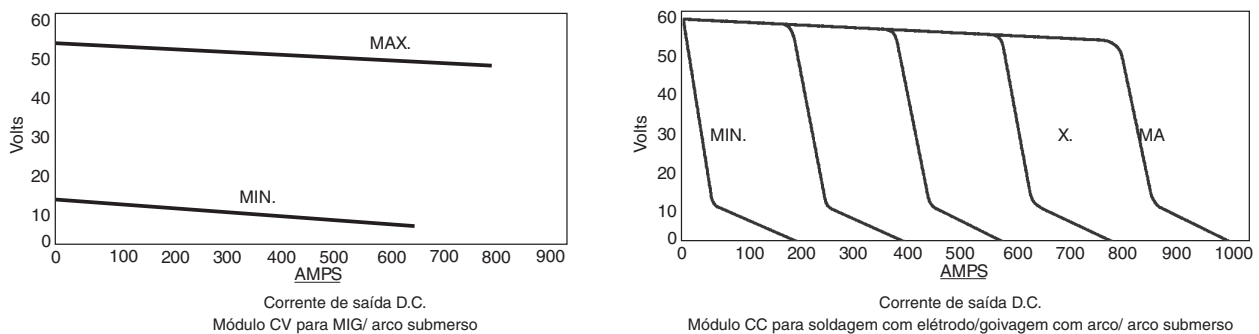

Figura 2-1. Curvas de Tensão/ Amperagem
As curvas mostradas na Figura 2-1 representam as características de tensão e amperagem estáticas para a fonte de energia. A inclinação destas curvas é considerada como o “declive” e é geralmente definido como a “queda da tensão por 100 amperes da utilização da corrente”. Estas curvas mostram a tensão de saída disponível em qualquer corrente de saída dada do ajuste mínimo ao máximo do controle de tensão. Como o “declive” da tensão e amperagem são fixos, é possível selecionar as condições de soldagem estimando-se a tensão da potência em aberto requerida para a corrente de carga quando operar com o módulo CV.
C) Rosqueie a entrada descascada corretamente e aterre os condutores através da abraçadeira larga no painel traseiro da fonte de energia. Conecte os 3 condutores de entrada nos 3 terminais no TB3 (Veja Figura 2-1). Para conectar o condutor terra, rosqueie o cabo terra através do suporte do interruptor de falha do aterramento e conecte ao soquete do aterramento fornecido no quadro A.